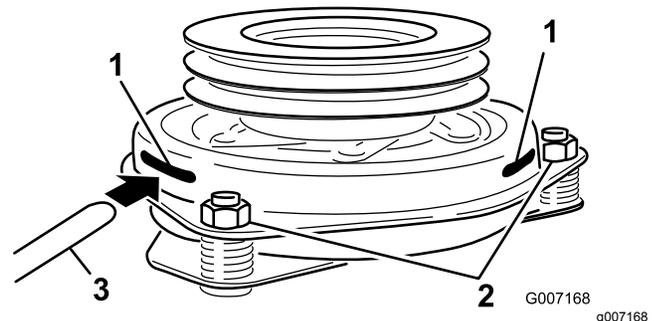

Figura 79
9. Insira um apalpa-folgas de 0,381 a 0,533 mm através de uma ranhura de inspeção na parte lateral do conjunto (Figura 79).
10. Aperte as porcas de bloqueio até haver uma ligeira dobra no apalpa-folgas, mas desde que continue a mover-se facilmente dentro do entreferro (Figura 79).